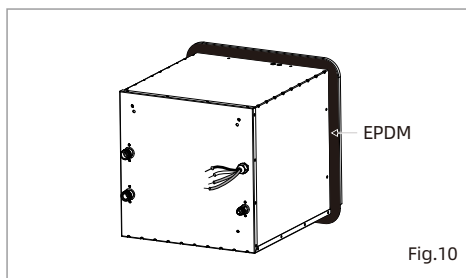

Fig.10
Optionnel: Un interrupteur d'alimentation peut être placé dans les pièces d'habitation pour plus de commodité, mais il n'est pas nécessaire puisqu'un interrupteur est situé à l'extérieur de l'appareil. Si l'interrupteur est muni d'un fusible, assurez-vous qu'il est conçu pour au moins 3 A. Voir la Fig. 10 pour référence.
- ① Connecteurs d'eau chaud
- ② Connecteurs d'eau froide
- ③ Connecteurs d'eau gaz
3. Fixer la bande d'étanchéité (EPDM) fournie avec le paquet d'accessoires, autour de toute la zone de la bride arrière et des trous. (Fig.10)
2. Le couvercle de la bride du chauffe-eau est recouvert d'une bande d'étanchéité EPDM. (Fig.10)